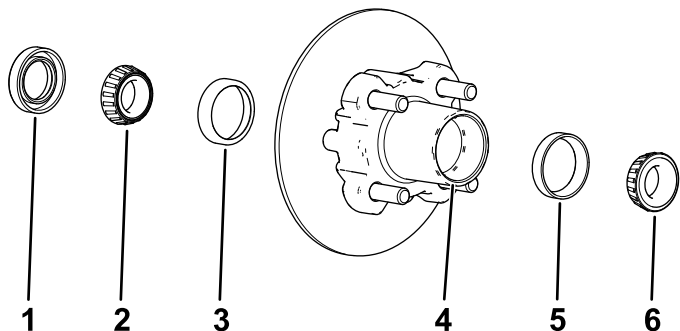

Figura 35
- Retire o rolamento exterior e a correia do rolamento do cubo (Figura 35).
- Retire o rolamento interior do cubo (Figura 35).
- Limpe a cavidade do cubo de lubrificante, sujeira e detritos (Figura 35).
- Encha a cavidade do cubo 50 a 80% com o lubrificante especificado (Figura 35).
- Monte o rolamento interior na correia no lado interior do cubo e coloque o vedante (Figura 35).